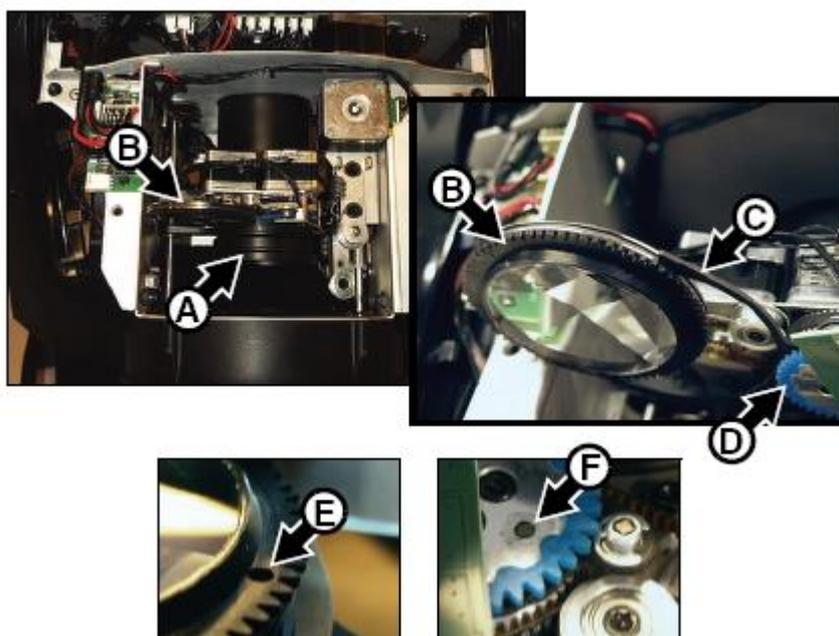

Рисунок 16. Удаление и установка призмы
3. См. рисунок 16. Выдвиньте каретку трансфокации/фокуса А вперед до предела.